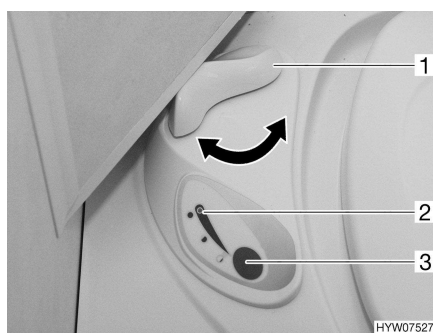

Fig. 112 Centralina di controllo toilette Thetford
- Prima di tirare l'acqua, aprire il cursore della toilette Thetford. A tal fine ruotare la leva del cursore (Fig. 112,1) in senso antiorario.
- Per sciacquare premere il pulsante blu (Fig. 112,3).
- Dopo aver tirato l'acqua chiudere il cursore. Ruotare la leva del cursore (Fig. 112,1) in senso orario.
Quando la cassetta Thetford è piena e deve venire svuotata, la spia di controllo (Fig. 112,2) si accende.
- Ruotare la leva del cursore (Fig. 112,1) in senso orario. Il cursore viene chiuso. Per svuotare il cursore **deve** essere chiuso nella toilette Thetford.